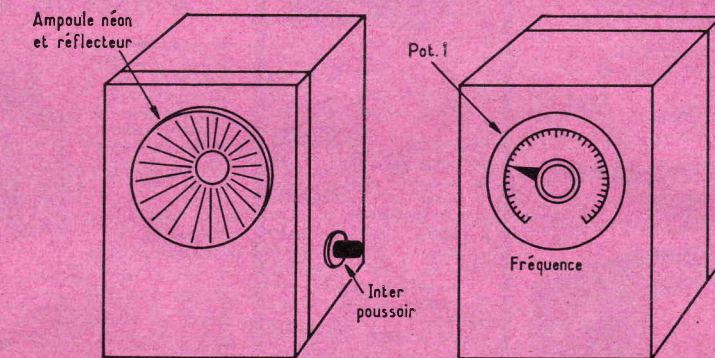

Fig. 2
de régler le déclenchement plus facilement selon la lumière ambiante et d'obtenir des variations plus importantes de vitesse du moteur commandé. Toutefois, ce circuit n'est pas équipé du dispositif de contre-réaction de la figure 1. Comme dans le cas du circuit de la figure 2, il peut être nécessaire de brancher une résistance de 10 kΩ - 2 W en parallèle sur le redresseur SCR dans le cas d'un moteur alternatif avec enroulement en court-circuit.
- Voir valeurs du schéma de la figure 2 pour les diodes redresseuses et le redresseur SCR.